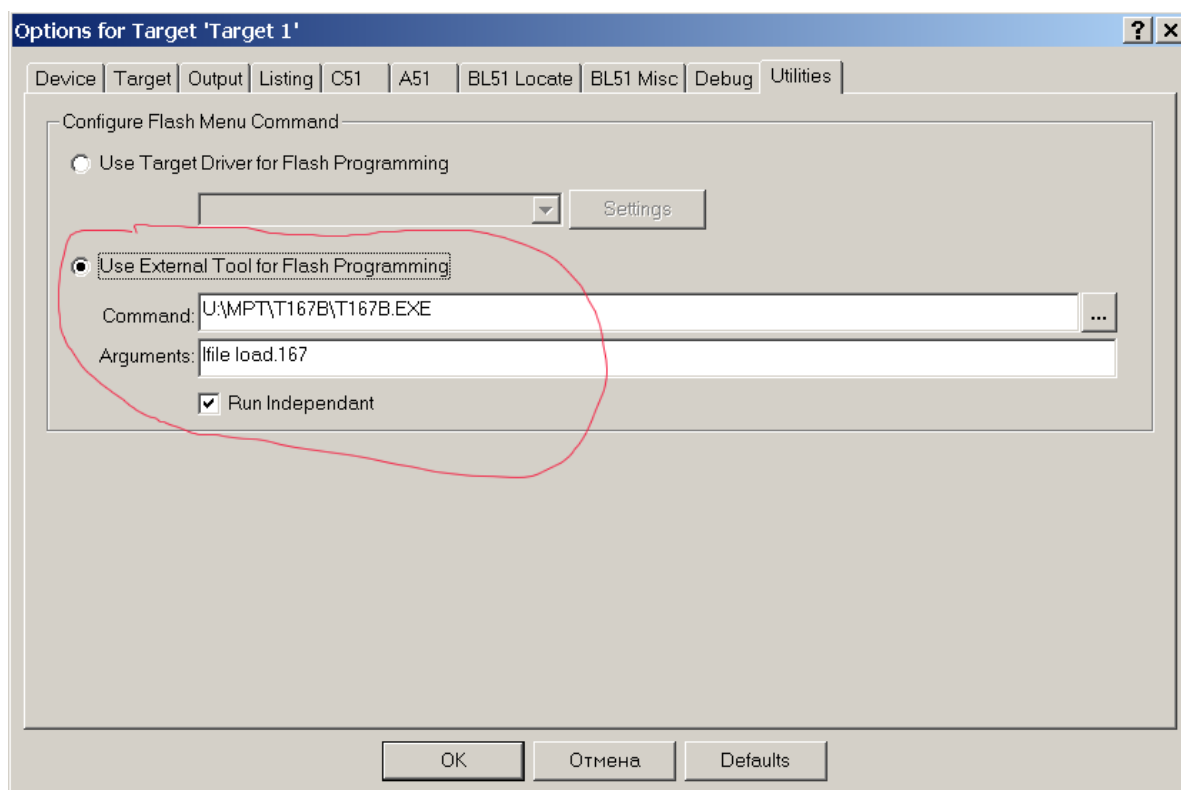

Рис. 25.
1. При помощи меню *Project -> Option for Target* открыть окно параметров проекта и переключиться на закладку *Utilities*. В данном окне необходимо ввести настройки внешней утилиты программирования (в данном случае T167B): путь к программе и командную строку (см. рис. 25). При этом параметр *Run independent* должен быть обязательно включен.